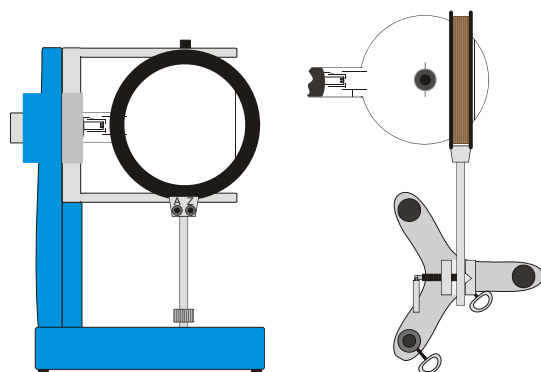

Fig. 2 Montage de la bobine (à gauche : dans le porte-tube, à droite : sur un pied)
- Placez une bobine dans le porte-tube de sorte qu'elle entoure l'écran lumineux. On peut aussi monter la bobine dans un pied de support (voir la figure 2).